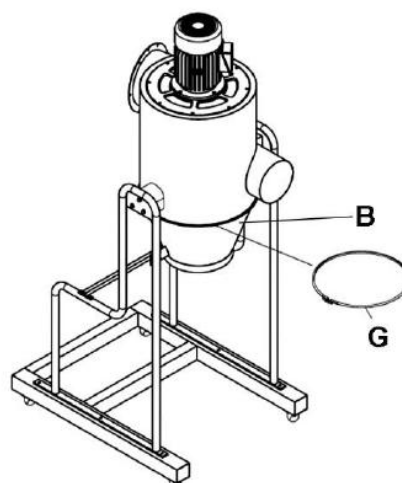

Abbildung 6
7. Den Trichter (B) unter dem Hauptgehäuse anbringen. Mit der Trichterklammer (G) sichern. Mit der Trichterklammer (G) sichern. Siehe Abbildung 6. Die Schraube sicher an der Trichterklammer festziehen.